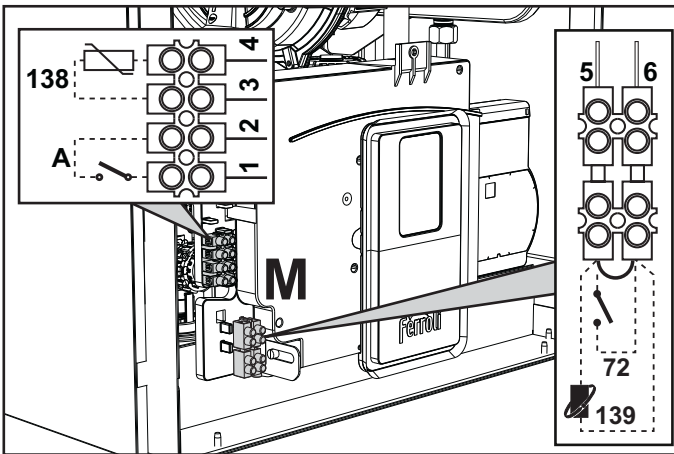
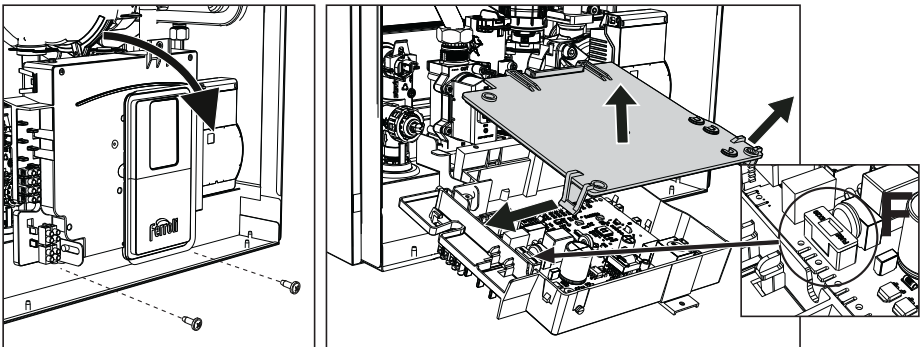

fig. 28
fig. 29
Dopo aver tolto il pannello frontale (sez. "Apertura del pannello frontale" a pag. 40) è possibile accedere alle morsettiere (M) e al fusibile (F) seguendo le indicazioni descritte di seguito (fig. 28 e fig. 29). I morsetti indicati nella fig. 28 devono essere a contatti puliti (non 230V). La disposizione dei morsetti per i diversi allacciamenti è riportata anche nello schema elettrico alla fig. 67.
Configurazione Interruttore ON/OFF (A fig. 28)